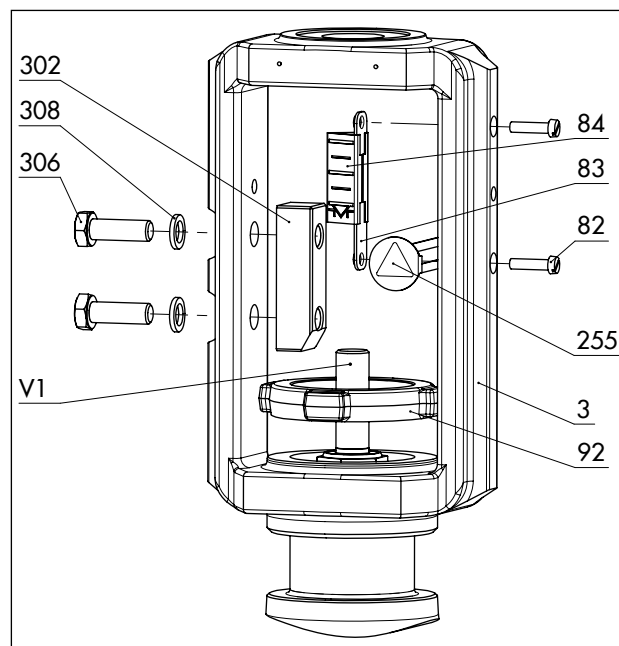
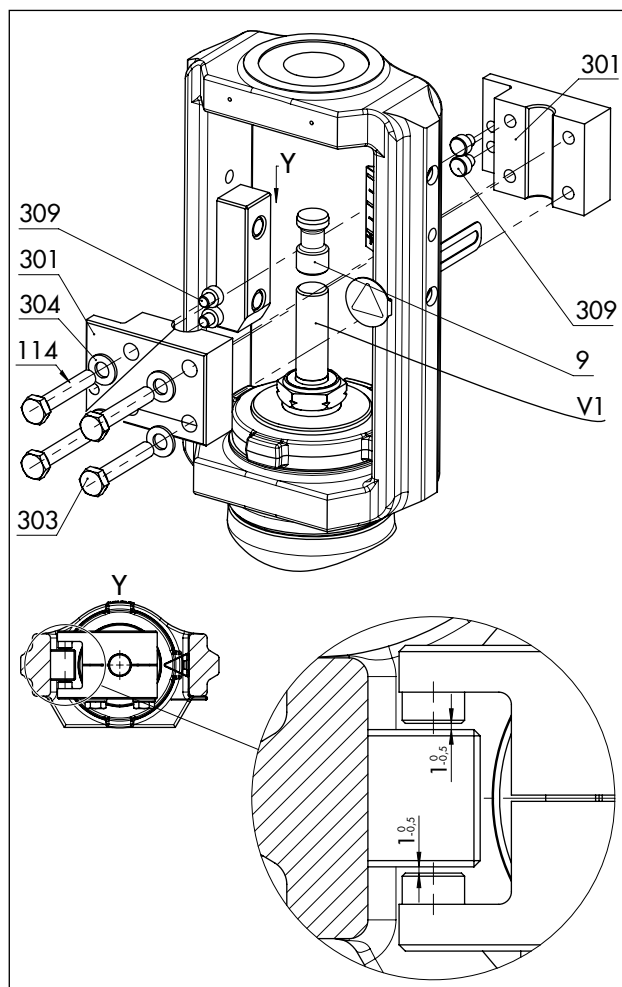

Fig. 16: Panoramica del montaggio del gruppo castello con targhetta della corsa nella versione speciale
Fig. 17: *Panoramica del montaggio della protezione contro la torsione nella versione speciale*
Vedere Fig. 16 e Fig. 17
- Tra le rondelle di scorrimento e il loro supporto sul castello sia presente uno spazio nominale compreso tra 0,5 e 1 mm su ciascun lato (vedere dettaglio Y nella Fig. 17)